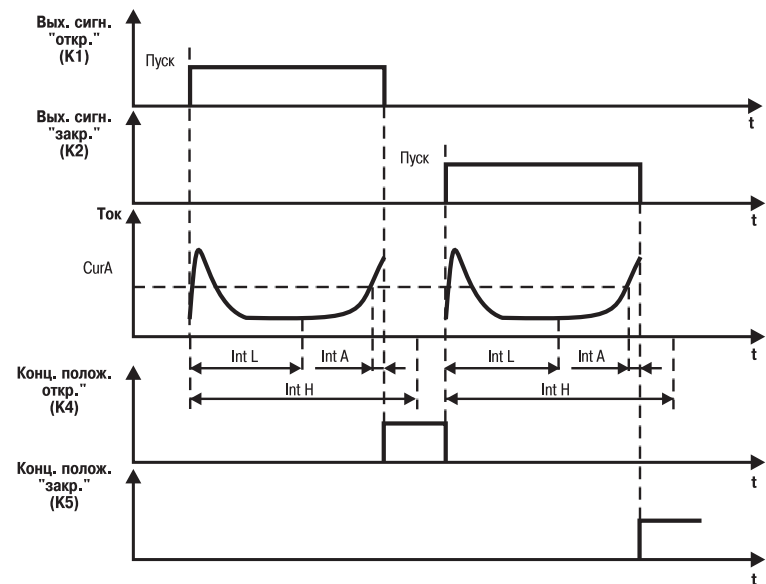

Рис. 5
3.2.11.1.1. При $P_{rES} = 0$ концевые положения определяются, когда ток электропривода превышает уставку, заданную в программируемом параметре C_{IrA} (см. прил. В, табл. В3), в течение временного интервала, определяемого программируемыми параметрами $\bar{C}ntL$ и $\bar{C}ntH$ (рис. 5).